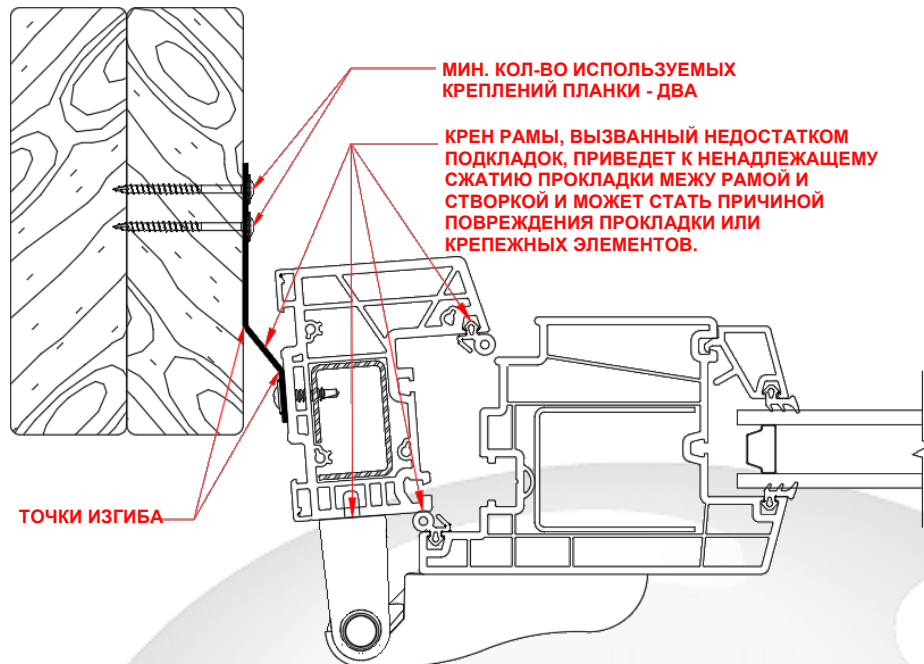

Рис. 19 Косяк: Крен рамы двери со стальной планкой
- 1) На рис. 19 показана дверь, оснащенная только стальной планкой, которая неправильно укреплена подкладками, в результате чего наблюдается крен рамы.